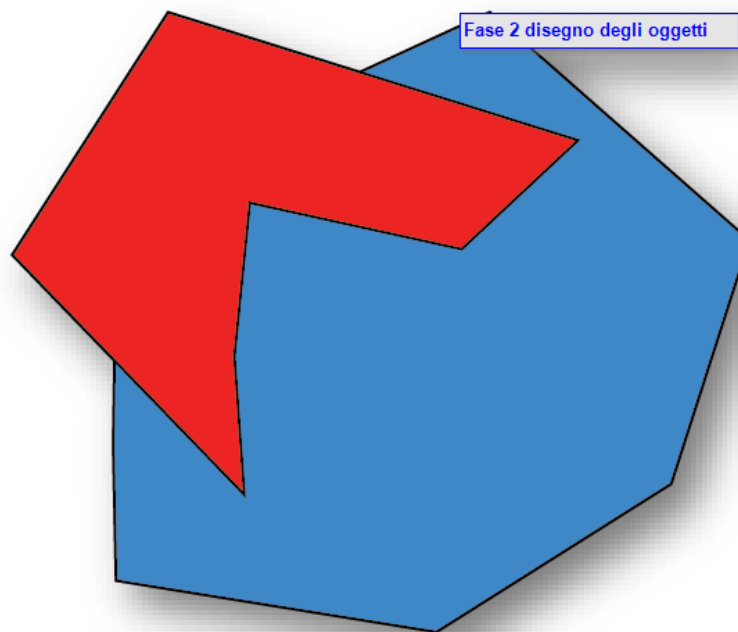

Figura 15 – Fase 2: disegno degli oggetti
- disegnare su mappa la geometria dell'elemento (Figura 15);